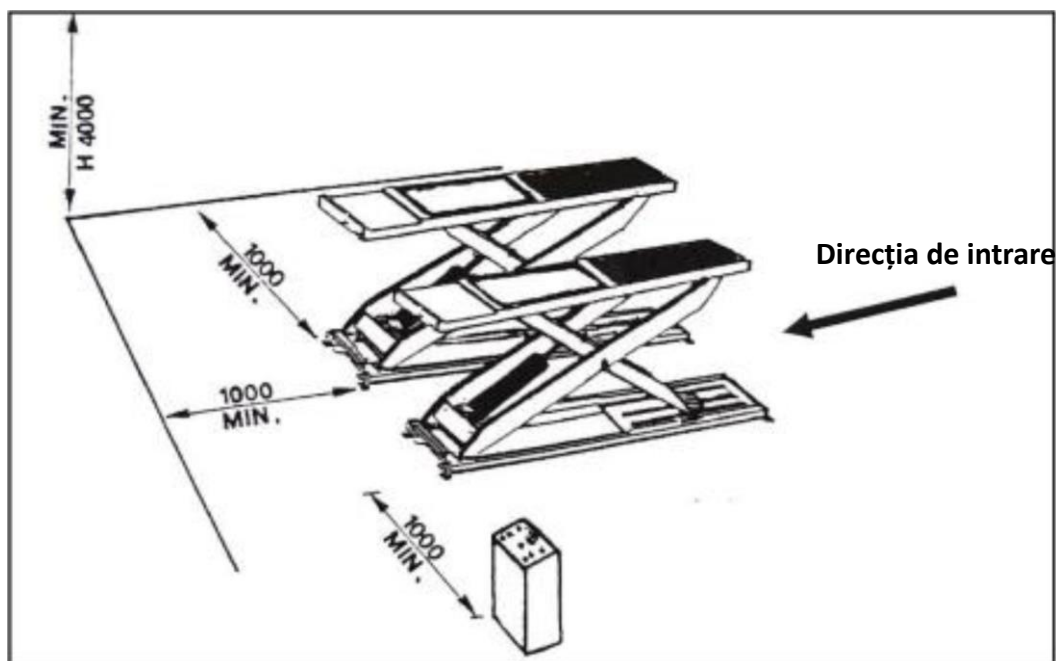

Fig. 17
6.1 Cerințe privind instalarea (Fig. 17, 18)
- Elevatorul se va instala la distanțele de siguranță specificate față de pereți, stâlpi sau alte elemente fixe ale atelierului, care trebuie să fie de cel puțin 1000 mm, ținând cont de spațiul necesar pentru o operare ușoară și sigură. De asemenea, aveți nevoie de spațiu pentru zona de control și eventuale căi de evacuare în caz de urgență. Înălțimea spațiului trebuie să fie de cel puțin 4000 mm (**Fig. 17**).